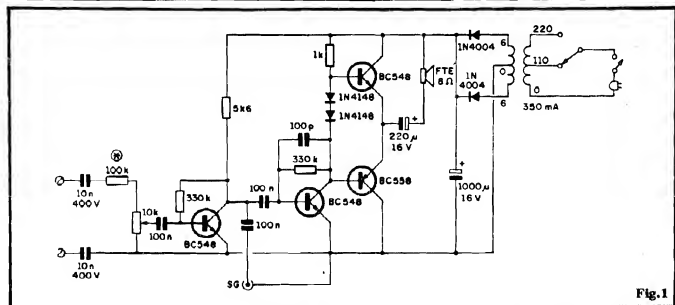

Fig.1
- FIG. 1 - O CIRCUITO - Conforme já foi mencionado, a estrutura do MALT é muito simples, em termos eletrônicos: no centro do sistema temos um amplificador de áudio, totalmente transistorizado, baseado em 3 BC548 e 1 BC558 (todos comuns e baratos...), num arranjo já clássico, que permite alto ganho e boa Potência final, mais do que suficiente para plena excitação de um alto-falante (a Potência final real não atinge 1 watt, mas se o Leitor considerar que um radinho portátil, a pilhas, não tem Potência de áudio maior do que uns 0,2W, já dá pra "sentir" que a intensidade sonora não é de se desprezar...). Na Entrada geral do circuito, um módulo especialmente dimensionado, se encarrega de - ao mesmo tempo - isolar eletricamente a linha telefônica do circuito e permitir a passagem dos sinais a serem amplificados, promovendo também um nível "casamento" de impedâncias e características, para que a distorção seja mantida em níveis aceitáveis, e a "fidelidade" seja tão boa quanto possível (não esquecer que o áudio de linhas telefônicas é - inerentemente - de baixa fidelidade...). Esse módulo é composto de dois capacitores de 10n x 400V, conjugados a um resistor de 100K e ao potenciômetro de 10K (através do qual podemos nivelar o sinal e controlar a intensidade final do áudio...). Obser-